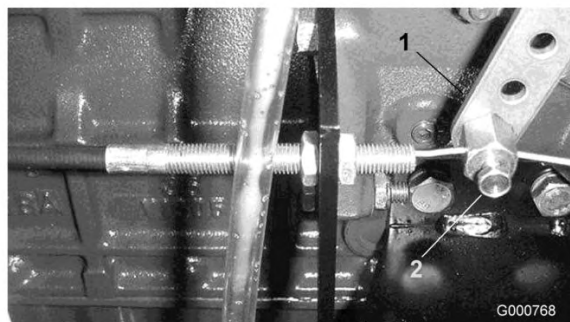

図 56
- インジェクション・ポンプのレバー・アームの所にあるスロットル ケーブルのコネクタをゆるめる（図 56）。